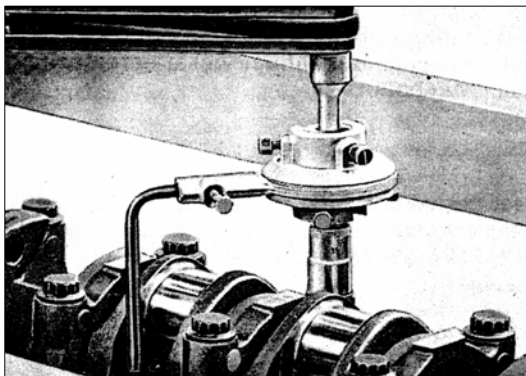

РИС. 51
11) Затяните эти болты динамометрическим ключом в вышеизложенной последовательности до первоначального крутящего момента 5+1 кг·м. Достигните окончательного крутящего момента с помощью приспособления 2576 5890 0204, затягивая на 90⁰ +20⁰ и придерживаясь той же последовательности (рис. 51).